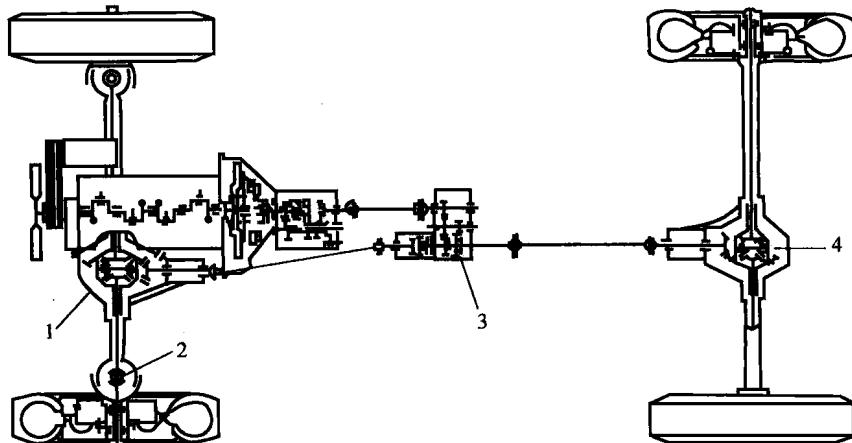

图 1-8 全轮驱动(nWD型)传动系示意图
(5) 全轮驱动(nWD 型)。全轮驱动(nWD 型)方式如图 1-8 所示，它在变速器与驱动桥之间加装了分动器，将发动机传递给变速器的动力分配给前、后两个驱动桥，从而使所有车轮都是驱动轮，可以充分利用车轮与路面之间的附着条件，以获得尽可能大的牵引力，提高汽车在坏路和无路地区的通过性。